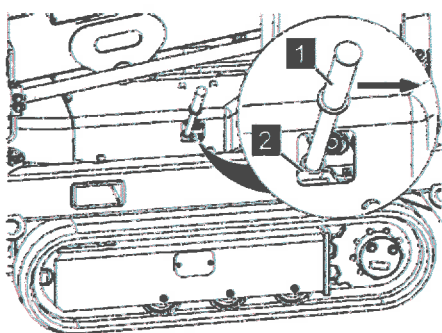

Abb. 68: Verriegelungshebel
4. Den Verriegelungshebel (Abb. 68/1) für die Fahrwerksverstellung in den Verriegelungsbolzen (Abb. 68/2) stecken.
5. Die Verriegelung durch Drücken des Verriegelungshebels (Abb. 68/1) in Pfeilrichtung lösen.
6. Den Verriegelungshebel (Abb. 68/1) in geöffneter Position festhalten und die beiden Stützen auf der einzufahrenden Kettenfahrwerksseite vorsichtig anheben, also das Chassis auf dieser Seite absenken, so dass sich das Kettenfahrwerk einschiebt (↪ Kapitel 6.5 „Maschine in Arbeitsstellung bringen“ auf Seite 68).
7. Den Verriegelungshebel (Abb. 68/1) loslassen und entnehmen.